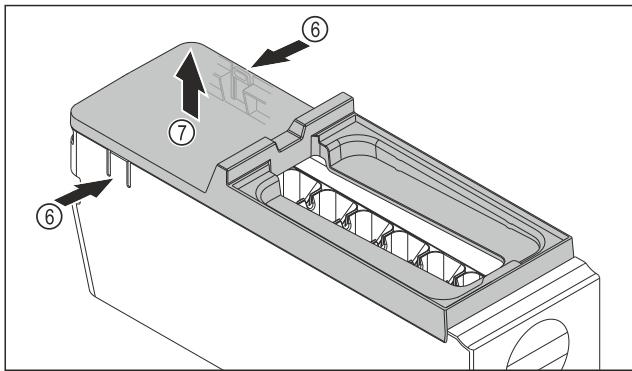

Fig. 213
- ▶ Снимите крышку корпуса EasyTwist-Ice: Надавите рукой на накладки Fig. 213 (6) с обеих сторон корпуса EasyTwist-Ice.
- ▶ Другой рукой снимите крышку Fig. 213 (7) по направлению вверх.